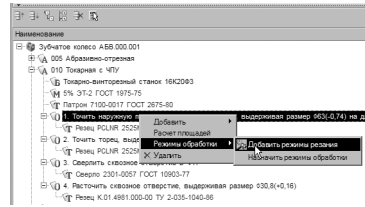

Рисунок 51
3. Установите курсор на переход 1 операции *010 Токарная с ЧПУ*. С помощью контекстного меню выполните команду **Режимы обработки – Добавить режимы резания** (рис. 51).